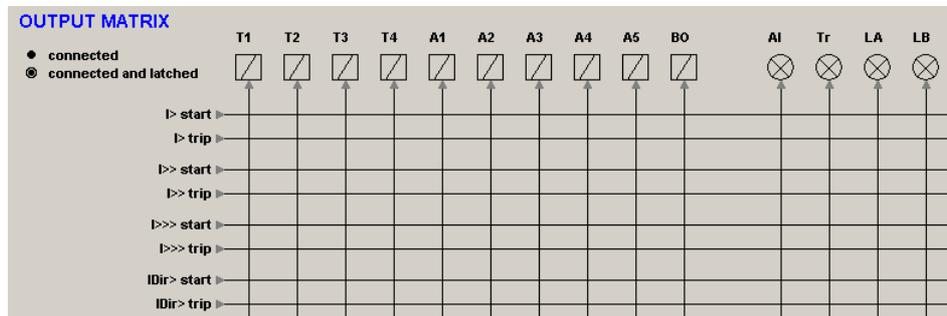

Figure 5.4-1 Matrice de sortie.
Il y a deux voyants à diode appelés « Alarm » et « Trip » (déclenchement) sur le panneau avant. De plus, il y a trois voyants à diode pour un usage général, « A », « B » et « C », disponibles pour des indications spécifiques de l'utilisateur. En outre, le déclenchement de l'enregistreur de perturbations (DR) et des sorties virtuelles est configurable dans la matrice de sortie. Voir exemple dans la Figure 5.4-1.